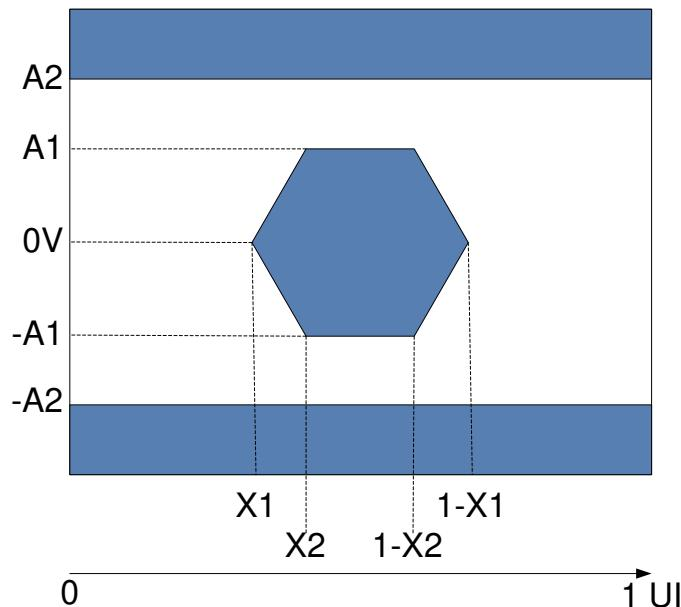

図 5-12. HSSI アイ特性
- (1) DMD を動作させるには、すべての電源接続が必要です。VDD、VDDA、VOFFSET、VBIAS および VRESET。DMD を動作させるには、すべての VSS 接続が必要です。
- (2) すべての電圧値は、グラントピン (VSS) を基準としたものです。
- (3) 過剰な電流を防止するため、電源電圧のデルタ |VDDA – VDD| は、指定限界値よりも小さい必要があります。
- (4) 過剰な電流を防止するため、電源電圧のデルタ |VBIAS – VOFFSET| は、指定限界値よりも小さい必要があります。
- (5) 200 $\mu$ s の 3 つのグローバルリセットに基づく電源消費電力。
- (6) LVC MOS 入力仕様は、ピン DMD\_DEN\_ARSTZ に対するものです。
- (7) LVC MOS 出力仕様は、ピン LS\_RDATA\_A および LS\_RDATA\_B に対するものです。
- (8) 図 5-12 (1e-12 BER) を参照してください。
- (9) 「推奨動作条件」で定義